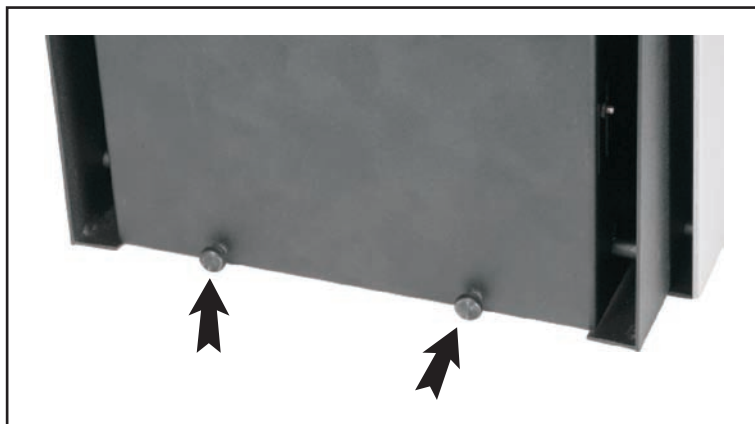

Figura 7: Pernos para ajustar el ángulo del alimentador
6. Utilice la herramienta de ajuste para aflojar las tuercas del lado opuesto de los dos pernos de ajuste mostrados en la figura 7.